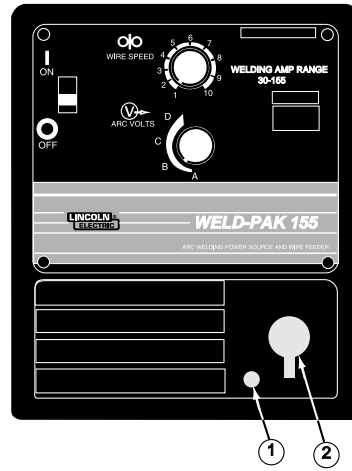

FIGURE 1
1. Ouvrir la porte du dévidoir sur le côté droit de la WELD-PAK et se reporter à la figure 1.
2. Faire passer l'extrémité du câble de retour portant la cosse à oeillet le plus petit dans le trou d'accès du câble de retour (1) à l'avant du boîtier.
3. Faire passer le câble sous la boîte d'engrenages du dévidoir (6) et autour de celle-ci.
4. **Pour l'Innershield uniquement:** À sa sortie d'usine, la WELD-PAK est connectée sur la polarité électrode négative. Pour terminer l'installation, utiliser l'écrou à oreilles fourni pour connecter la cosse du câble de retour à la borne de sortie positive (+) (5) qui se trouve au-dessus de la boîte d'engrenages du dévidoir (6). S'assurer que les deux écrous à oreilles sont bien serrés.
1. Refer to Figure 1. Unplug the machine or turn power switch to the off "O" position.
2. Pass the insulated terminals of the gun trigger control leads, one at a time, through the Gun Cable and Control Lead Access Slot (2) in the case front. The leads are to be routed under the Wire Feed Gearbox (6) and through the Cable Hanger (7) on the inner panel.
3. Insert the connector on the gun conductor cable through the Gun Cable Access Hole (2) in the WELD-PAK case front. Make sure the connector is all the way in the brass connector block. Unscrew thumbscrew on the connector block a few turns if gun connector will not insert fully. Rotate the connector so control leads are on the underside and tighten the Thumbscrew (8) in the connector block.
4. Connect the gun trigger control lead terminals to the two insulated 1/4" (6,4 mm) tab terminal connector bushings located above the "Gun Trigger Connection" decal in the wire feed section (4). Either lead can go to either connector. Form the leads so that they are as close as possible to the inside panel.